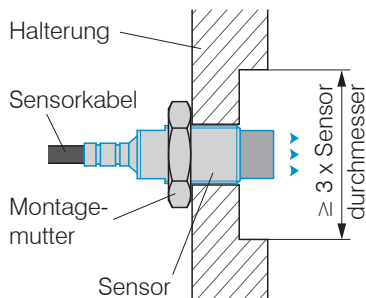

Abb. 10 Flächenbündige Montage eines ungeschirmten Sensors in einer metallischen Halterung mit Aussparung
- ➡ Montieren Sie ungeschirmte Sensoren bündig in die metallische Sensorhalterung, siehe Abb. 10. Achten Sie dabei auf eine Aussparung an der Halterung in der Größe des dreifachen Sensordurchmessers.